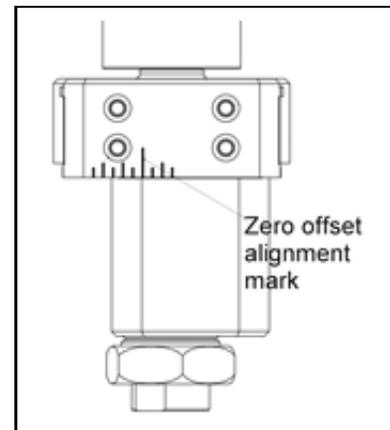

РИСУНОК 3-4. МАРКИРОВКА ВЫРАВНИВАНИЯ СМЕЩЕНИЯ ОТНОСИТЕЛЬНО НУЛЯ
1. Установите узел регулируемой головки в нулевое положение, совместив большой символ решетки на боковой плите с гранью на стороне смещения (см. Рис. 3-4.).